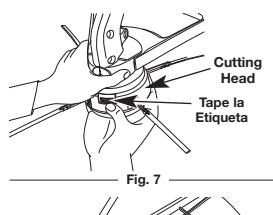

Fig. 7
1. Quite la tapa del cabezal de corte haciendo presión sobre ambas lengüetas de la tapa y luego tirando de la tapa hacia abajo. (Fig. 7)